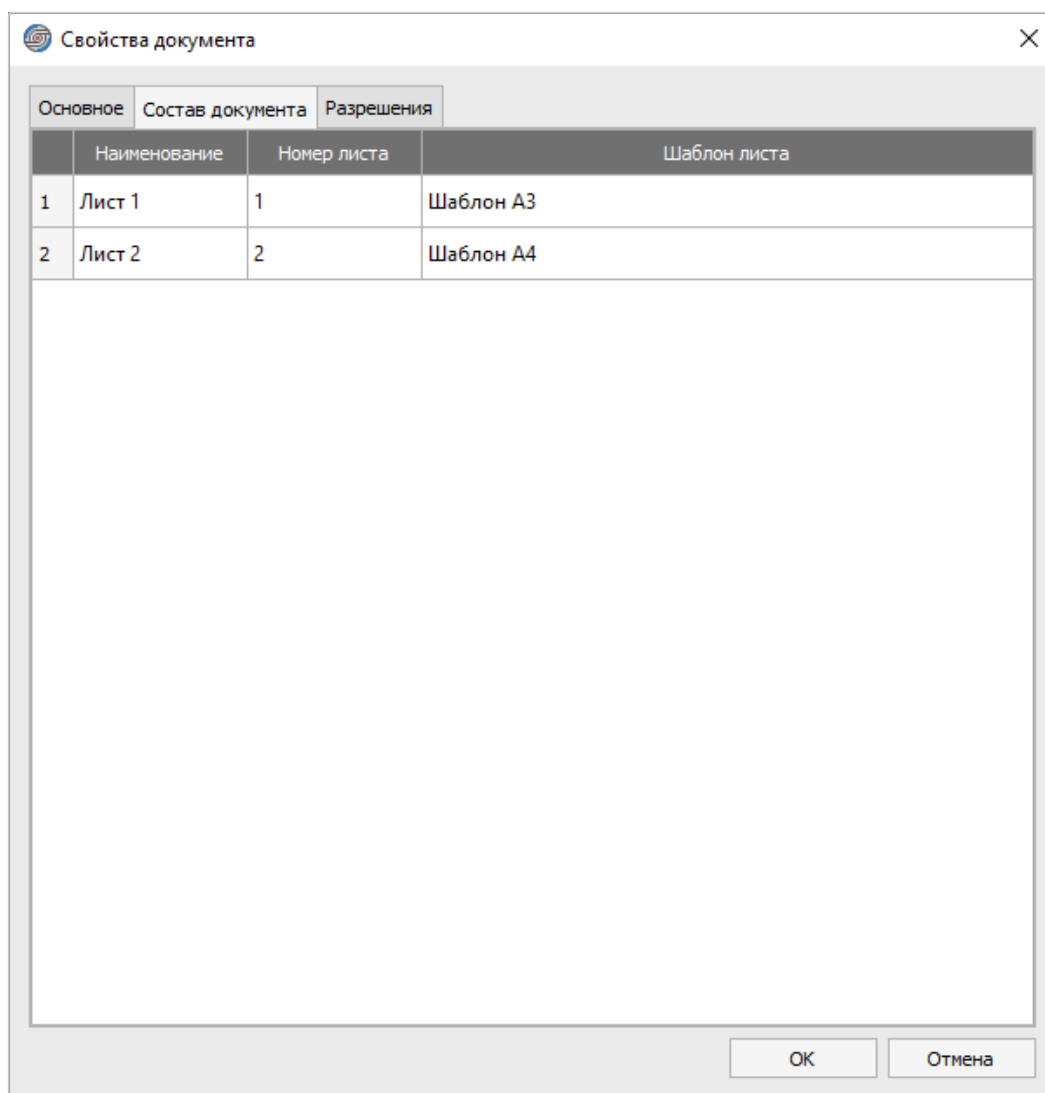

Рисунок 189. Вкладка «Состав документа»
- 3) На вкладке «Состав документа» произвести необходимые действия с листами документа (см. рисунок 189):